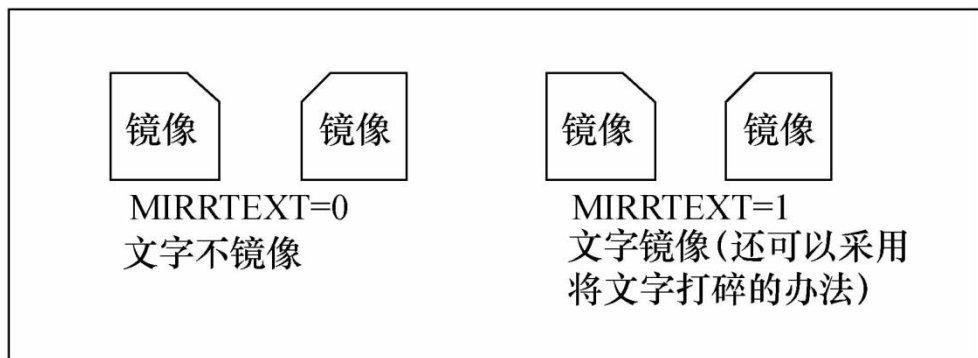

图 3-20 镜像文字时的问题
(2) 当欲镜像的对象包含文字时, 可以通过 MIRRTEXT 系统变量来设置文字部分是否也要作镜像, 如图 3-20 所示。